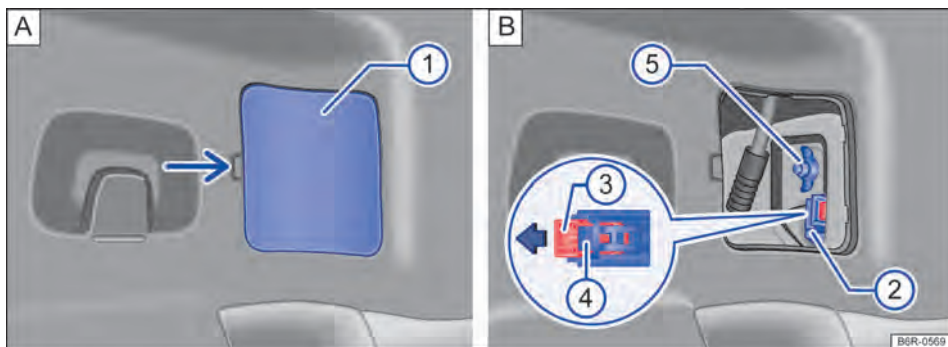

Fig. 147 Lateralmente no compartimento de bagagem: A: desinstalar a cobertura, B: remover a lanterna traseira.
3. Remover com cuidado a cobertura → Fig. 147 A.
4. Retirar o conector de alimentação, primeiramente puxar a trava vermelha no conector no sentido da seta → Fig. 147 B. Para auxiliar, utilizar uma chave de fenda.
5. Pressionar o travamento e retirar o conector → Fig. 147 B.
6. Soltar o parafuso borboleta → Fig. 147 B e retirá-lo, segurando ao mesmo tempo, a lanterna traseira.
17. Segurar a lanterna traseira na posição de montagem com uma das mãos e, aparafusar com a outra o parafuso borboleta ⑤ → Fig. 147 B.
19. Colocar o conector ② no suporte das lâmpada e pressionar o travamento ③ na direção contrária da seta no conector → Fig. 147 B.